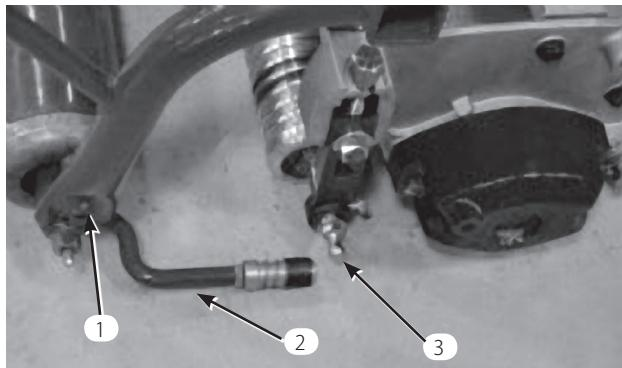

図 10
2. カッティングユニット両端にそれぞれワッシャとボールスラッドを取り付ける（図10）。